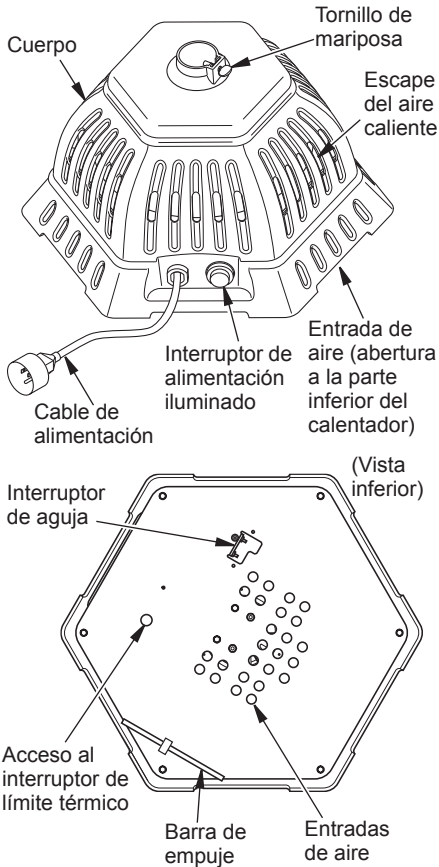

Figura 3. Calentador de la base de sombrilla
15. No coloque ni guarde el producto donde éste se pueda caer, o puedan tirar del mismo, a una piscina o cuerpo de agua. Si el producto se cae al agua, desenchúfelo inmediatamente. **NO LO TOQUE MIENTRAS ESTÉ DENTRO DEL AGUA.** Si el nivel del agua está sobre las entradas de aire (consulte la figura 3, página 4) o el producto está totalmente sumergido en el agua, deshágase del calentador adecuadamente.
1. Sitíe el producto bajo una mesa de patio en el exterior, sobre una superficie rígida, nivelada y seca. El poste de la aguja sobre el interruptor debe estar sobre una superficie sólida para que el producto funcione. Escuche hasta oír un sonido de "clíc". Consulte la figura 3 para ver la ubicación del interruptor.